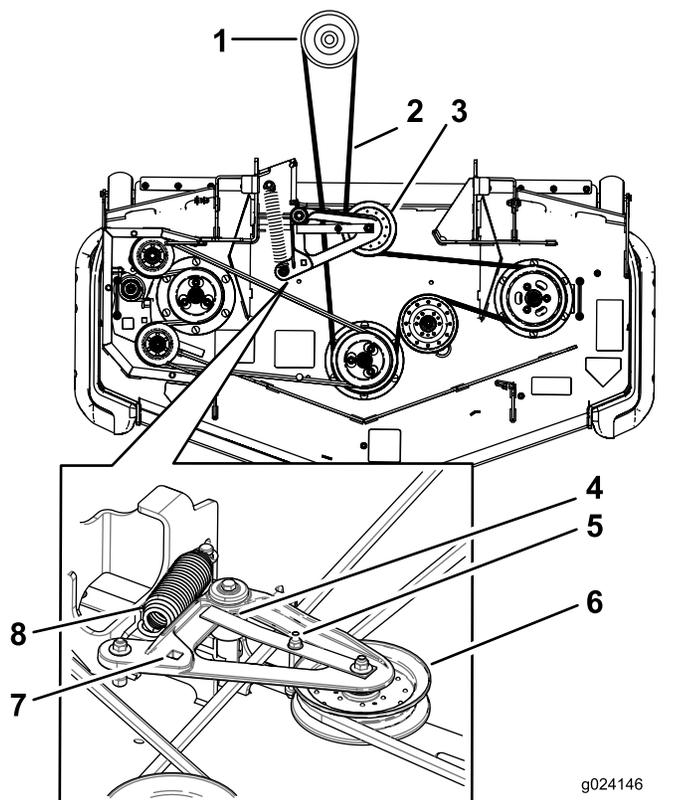

Рисунок 91
6. Вставьте ключ с храповым механизмом в квадратное отверстие в рычаге натяжного ролика, чтобы снять натяжение пружины натяжного ролика (**Рисунок 91**).
8. Проложите новый ремень вокруг шкивов газонокосилки и шкива муфты под двигателем (**Рисунок 91**).
9. Поверните и убедитесь, что выступ направляющей ремня упирается в поворотную ступицу (**Рисунок 91**).
10. Вставив ключ с храповым механизмом в квадратное отверстие, проложите ремень вокруг подпружиненного натяжного ролика (**Рисунок 91**). Зацепите концы пружины за канавки штырей.